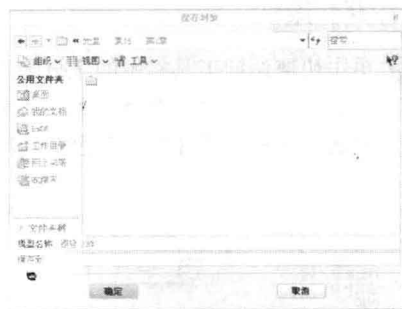

图 1-11 【保存对象】对话框
步骤 (2) 单击快速访问工具栏中的  【保存】按钮，会弹出【保存对象】对话框，如图 1-11 所示。